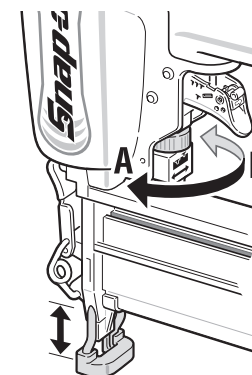

Figura 3
Regule la profundidad del clavado girando la perilla ajustadora (Figura 3, artículo 1) hacia la izquierda (A) para el ajuste más profundo y a la derecha (B) para el más superficial. Para aumentar la profundidad de los clavos, incremente la presión de aire cuando la perilla ya esté fijada en el ajuste más alto. Para disminuirla, reduzca la presión de aire cuando la perilla ya esté fijada en el ajuste más bajo. Si los clavos se insertan con demasiada profundidad cuando la perilla está en el ajuste más bajo, disminuya la presión de aire. En general, el clavador para acabado tendrá mayor vida útil cuando la perilla se fije en el ajuste más bajo, ya que el mecanismo de inserción de clavos sufre menos desgaste y deterioro.